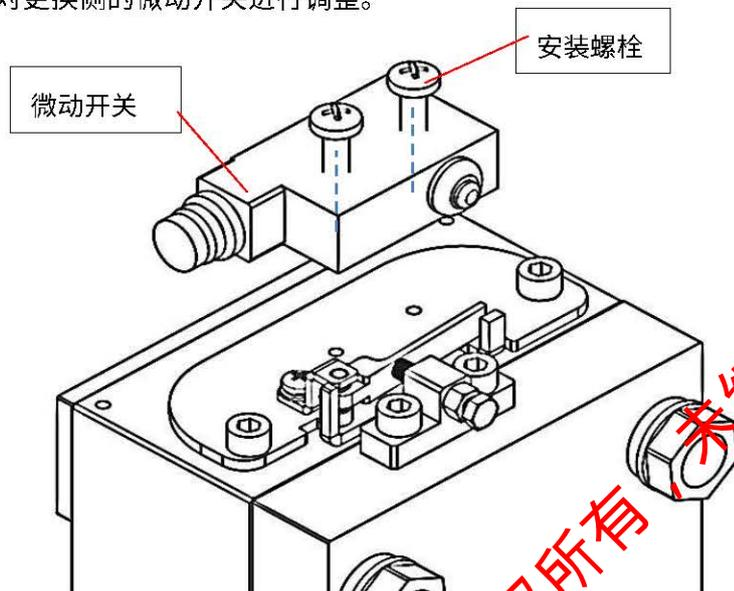

图 6-1 微动开关更换示意图
- 将需要更换的微动开关接线拆除，并取下旧微动开关见图 6-1；